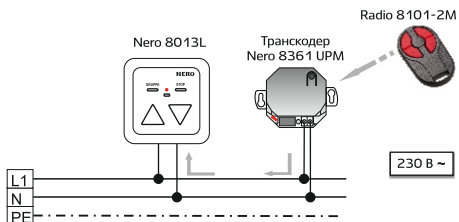

Рис. 2 — Использование пультов Radio в линейке Nero
- поддержка пультов линейки Radio (при использовании транскодера Nero 8361 UPM) (рис. 2).